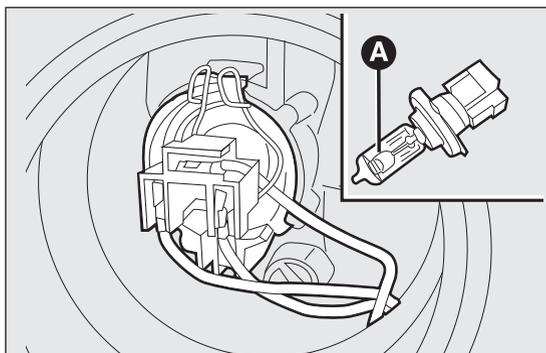

fig. 136
- extraer la lámpara A fig. 136 del conector B y sustituirla;